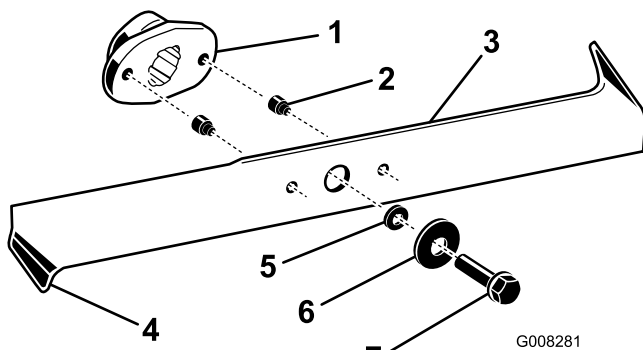

Bild 39
2. Untersuchen Sie die Schnittkanten (Bild 39). Bauen Sie die Schnittmesser aus und schärfen sie, wenn die Kanten nicht scharf sind oder Kerben aufweisen; siehe „Schärfen der Messer“.
3. Prüfen Sie die Schnittmesser, insbesondere die gebogenen Kanten (Bild 39). Montieren Sie neue Messer, wenn Sie eine Abnutzung oder Beschädigung dieses Bereichs feststellen.
4. Ersetzen Sie die Scherbolzen sofort, wenn Sie gebrochen sind (Bild 39).
3. Entfernen Sie die Messerschrauben, Scheiben und Messer (Bild 39). Sie können einen Holzklötzchen zwischen das Schnittmesser und das Mähwerk keilen, um das Schnittmesser beim Entfernen der Schraube zu blockieren.
1. Montieren Sie die Schnittmesser, Scheiben und Messerschrauben (Bild 39).